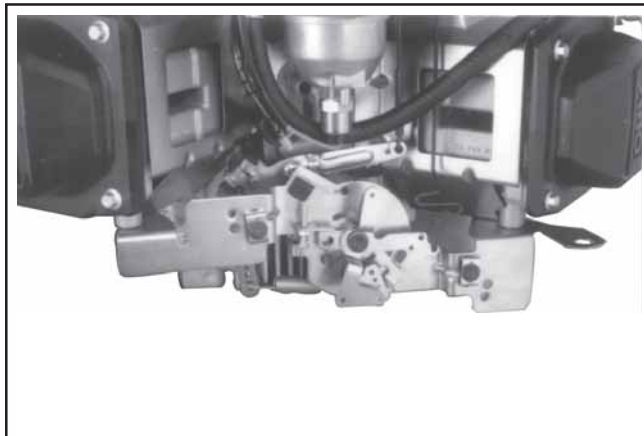

Figure 9-14. Dépose de la plaque de commande.
1. Retirer les quatre vis hexagonales à brides attachant la plaque de commande de l'accélérateur et la plaque inférieure du filtre à air (s'il y en a une) aux culasses. Voir les Figures 9-14 et 9-15.